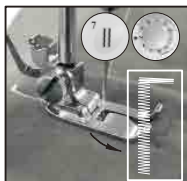

Fig.18
- (3) Wählen Sie das Stichmuster # 7, schalten Sie den Schalter ein und nähen Sie das Tuch in passender Länge an, dann schalten Sie den Schalter aus. Beachten Sie, dass Sie versuchensollen, den genähten Stich in gerader Linie zu halten (Abb. 18).